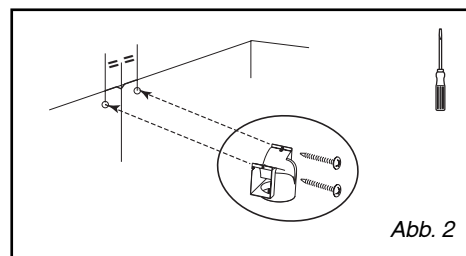

Abb. 2
– Mit den beiden Schrauben den Kunststoff-rauchablenker an der Wand mit Stoss an der Decke befestigen (Abb. 2). Darauf achten, den Ablenker im Verhältnis zum vertikalen Strich an der Wand zu zentrieren (Abb. 2).